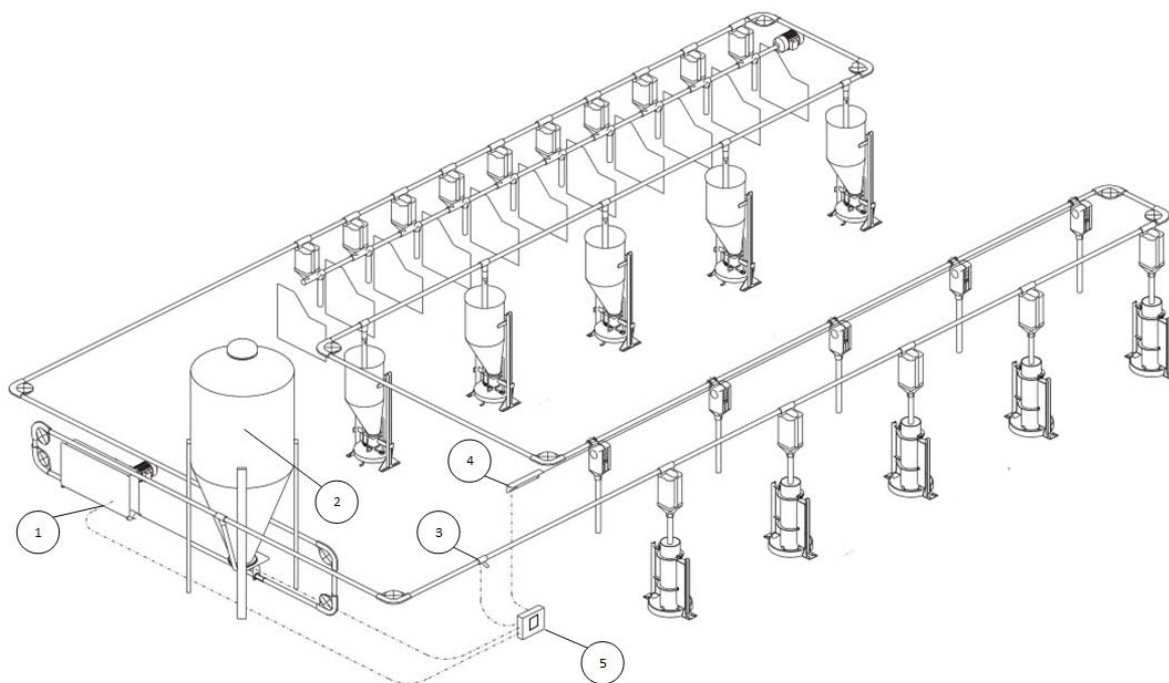

Figura 3-2: Exemplul unei furajări uscate
figura 3-2 indică un exemplu de instalație de furajare uscată. Instalația de furajare uscată este compusă dintr-un circuit de furaj cu un siloz (2). Motorul de acționare (1) al lanțului de furajare și silozul (2) sunt comandate prin intermediul comenzii (5). Senzorul complet (3) și comutatorul de siguranță (1) al motorului de acționare sunt evaluate prin intermediul intrărilor comenzii.